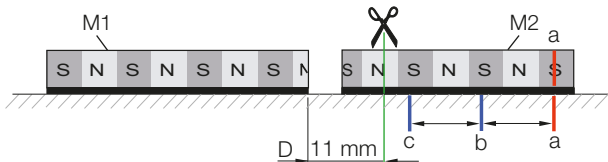

Bild 4-11: Bei 11 mm abschneiden
7. Den Maßkörper M2 so abschneiden, dass der entstehende Abstand D zwischen den beiden Maßkörpern 11 bzw. 21 mm beträgt (Breite 1 Polpaar + 1 mm zur Feinpositionierung). Die Lücke zwischen den beiden Maßkörperenden bestimmt, wo abzuschneiden ist (Bild 4-11).